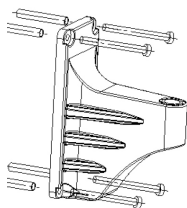

Fig.1
4. Schrauben Sie die Halterung mit vier Gewindeschneidschrauben sachgerecht fest (Abb. 1)